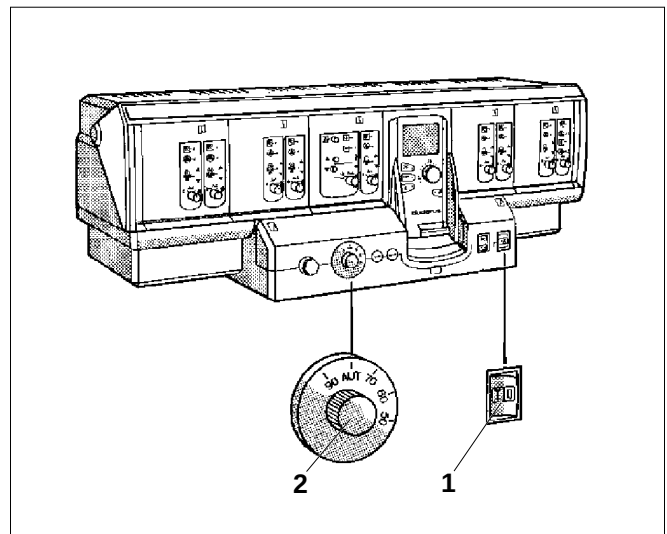

Fig. 1 Sistema di regolazione Logamatic 4000
- 1 Portare l'interruttore di funzionamento (Fig. 1, **Pos. 1**) in posizione "I" (ON).
- 1 Portare il regolatore di temperatura dell'acqua di caldaia (Fig. 1, **Pos. 2**) in posizione "AUT".
*Legenda Fig. 1*
- 1 Portare l'interruttore di esercizio (Fig. 1, **Pos. 1**) in posizione "0" (OFF).
- 1 Dopo circa 3 secondi, portare l'interruttore di esercizio (Fig. 1, **Pos. 1**) in posizione "I" (ON).